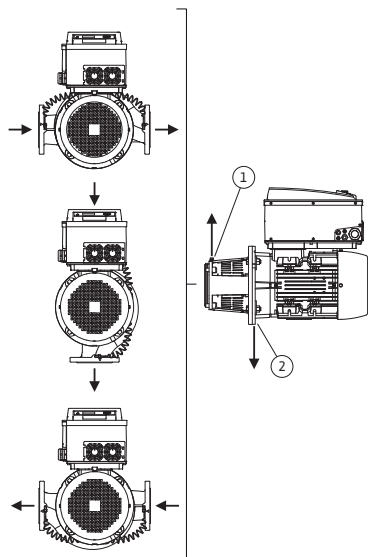
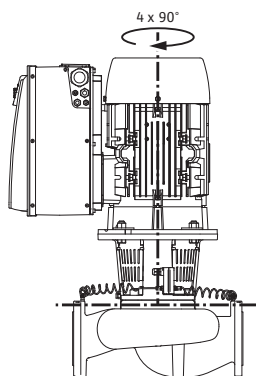

Fig. 18 : Positions de montage autorisées avec arbre moteur horizontal
Fig. 19 : Positions de montage autorisées avec arbre moteur vertical
Les positions de montage autorisées avec arbre moteur horizontal et module électronique vers le haut (0°) sont représentées sur la fig. 18. Les positions de montage autorisées avec module électronique monté latéralement (+/- 90°) ne sont pas représentées. Toute position de montage sauf « Module électronique vers le bas » (- 180°) est autorisée. Le dégazage de la pompe n'est assuré que si la soupape d'échappement pointe vers le haut (fig. 18, pos. 1). Seule cette position (0°) permet d'éliminer de façon ciblée le condensat présent via un perçage présent, lanterne de pompe et moteur (fig. 18, pos. 2).
Les positions de montage autorisées avec arbre moteur vertical sont représentées sur la fig. 19. Toute position de montage est autorisée, position « Moteur vers le bas » exceptée.
- La soupape d'échappement sur la lanterne (fig. 6, pos. 1.31) doit toujours pointer vers le haut pour un arbre moteur horizontal (fig. 12). Si l'arbre moteur est vertical, toutes les orientations sont autorisées. Voir à ce propos également Fig. 18 : « Positions de montage autorisées avec arbre moteur horizontal » à la page 19 ou Fig. 19 : « Positions de montage autorisées avec arbre moteur vertical » à la page 19.
- En cas d'arbre moteur à l'horizontale, la position vers le bas de l'orifice de condensation est obligatoire (Fig. 18, Pos. 2). Le cas échéant, il faut tourner le moteur en conséquence.